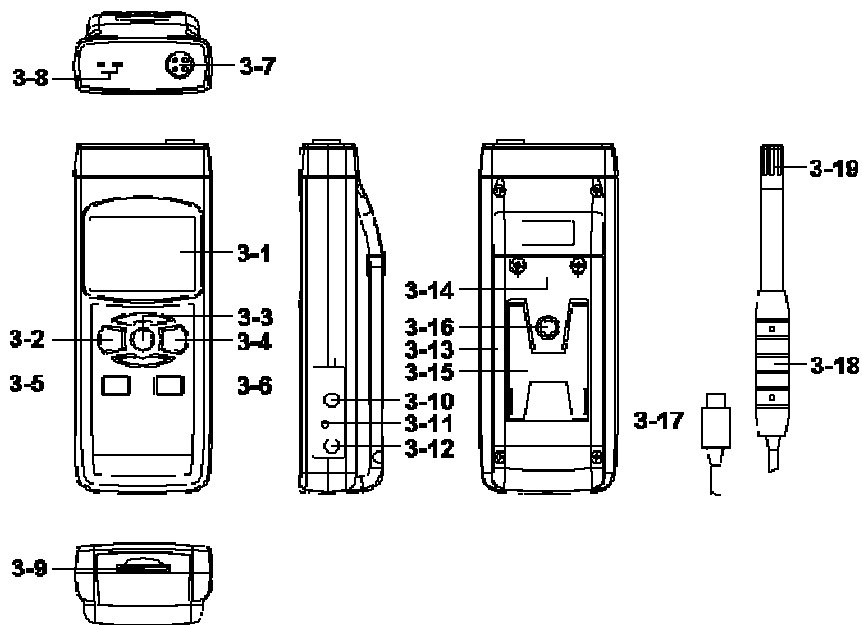

Fig.1
- 1) Allumez le mesureur en appuyant momentanément sur la touche " Allumage" (3-2, Fig. 1).
- * Si vous appuyez sans cesse sur la touche " Allumage" (3-2, Fig. 1) pendant 2 secondes, le mesureur s'arrêtera.
En appuyant sans cesse sur la touche "Fonction" (3-3, Fig.1) (sans lâcher la touche), l'écran indiquera la séquence de texte suivante:
Jusqu'à ce que sur l'écran apparaisse le mode souhaité (Fonction), ne lâchez pas la touche "Fonction" (3-3, Fig.1), le mesureur exécutera cette fonction.
- b. Connectez la "Prise de la sonde" (3-17, Fig. 1) dans la " Fiche de la Prise de la sonde" (3-7, Fig. 1).
Allumez le mesureur en appuyant sur la touche " Allumage" (3-2, Fig. 1). Sur l'écran LCD apparaîtra l'unité "%H.r" et "°C ou °F" en même temps que la valeur de la mesure (sur l'écran supérieur apparaîtra la valeur de l'humidité et sur l'écran inférieur la valeur de la température).
- b. Ne pas installer la "Sonde" (3-17, Fig.1) dans la prise de la sonde (3-7, Fig.1)
- c. Prenez la sonde de température de thermocouple (sonde de température optionnelle type K ou J) dans la fiche de "la prise d'entrée de la sonde type K/J" (3-8, Fig.1). Sur l'écran apparaîtra la valeur de la mesure prise par la sonde de température.
Pendant la mesure, appuyez sur la touche " Hold" (3-3, Fig. 1) pour maintenir la valeur de la mesure et sur l'écran LCD le symbole " HOLD " apparaîtra.
- 1) La fonction d'enregistrement de données garde les lectures des valeurs maximum et minimum. Appuyez une fois sur la touche "REC " (3-4, Fig.1) pour initier la fonction. Le symbole " REC " apparaîtra sur l'écran.
- a. Appuyez sur la touche "REC" (3-4, Fig.1) le symbole "REC MAX" avec la valeur maximum apparaîtra sur l'écran. Si vous essayez d'effacer la valeur maximum, appuyez une fois sur la touche " Hold " (3-3, Fig. 1) et sur l'écran apparaîtra uniquement le symbole " REC. " alors que la fonction de mémoire s'exécutera en continu.
- b. Appuyez à nouveau sur la touche "REC " (3-4, Fig. 1), le symbole " REC. MIN. " avec la valeur minimum apparaîtra sur l'écran. Si vous essayez d'effacer la valeur minimum, appuyez sur la touche " Hold " (3-3, Fig. 1) et sur l'écran apparaîtra uniquement le symbole " REC. " alors que la fonction de mémoire s'exécutera continuellement.
Quand vous connecterez le mesureur, la lumière de fond de l'écran LCD s'allumera automatiquement. Pendant la mesure, appuyez une fois sur la touche " Backlight" (3-2, Fig. 1) pour éteindre la lumière de fond.
Préparez une carte de mémoire " SD " (de 1 GB à 16 GB), insérez la carte SD dans " la fente de la carte SD " (3-9, Fig. 1). La partie avant de la carte SD devra être de face au couvercle inférieur.
Appuyez une fois sur la touche " REC" (3-4, Fig. 1) et sur l'écran LCD apparaîtra le texte "REC", ensuite appuyez sur la touche " Logger" (3-6, Fig. 1), et le symbole " REC " clignotera alors que les données de mesure et l'information de l'heure se garderont dans le circuit de la mémoire.
Pendant l'exécution de la fonction d'enregistreur de données, si vous appuyez une fois sur la touche " Logger " (3-6, Fig. 1), la fonction d'enregistreur de données s'arrêtera (elle cessera de garder les données de la mesure dans le circuit de mémoire temporairement). En même temps, le texte " REC " cessera de clignoter.
Si vous appuyez sur la touche " Logger" une fois de plus (3-6, Fig. 1) l'enregistreur de données s'exécutera à nouveau et le texte " REC " clignotera sur l'écran.
Alors que la fonction enregistreur de données est arrêtée, appuyez sur la touche " REC " (3-4, Fig. 1) sans cesse au moins deux secondes. L'indication " REC " disparaîtra et la fonction d'enregistreur de données finalisera.
Appuyez une fois sur la touche " REC (3-4, Fig. 1), sur l'écran le texte " REC " apparaîtra, ensuite appuyez une fois sur la touche " Logger "(3-6, Fig. 1) et le symbole REC clignotera et le beeper sonnera une fois en même temps que les données de mesure avec l'information horaire se gardent dans le circuit de mémoire. L'écran inférieur montrera la position (Localisation) et se gardera aussi dans la carte SD.
Pendant l'exécution de l'enregistreur de données manuel, appuyez sur la touche " ▲ " (3-5, Fig. 1) et le numéro inférieur (n° de position) clignotera. Il est possible d'utiliser la touche " ▲ " (3-6, Fig. 1) ou "▼" (3-5, Fig. 1) pour régler la position de la mesure (de 1 à 99, par exemple de la chambre 1 à la chambre 99) pour identifier la localisation de la mesure, l'écran inférieur indiquera P x (x = de 1 à 99). Après sélectionner le numéro de position appuyez sur la touche "Enter" (3-4, Fig. 1) pour confirmer.
Appuyez sur la touche " REC " (3-4, Fig. 1) sans cesse pendant au moins 2 secondes, l'indication " REC " disparaîtra et la fonction enregistreur de données finalisera.